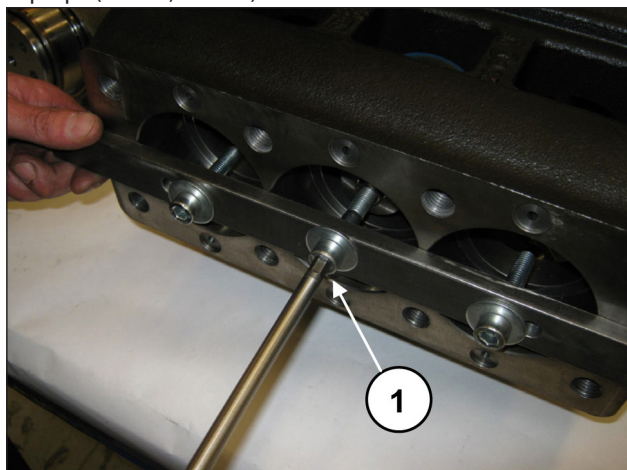
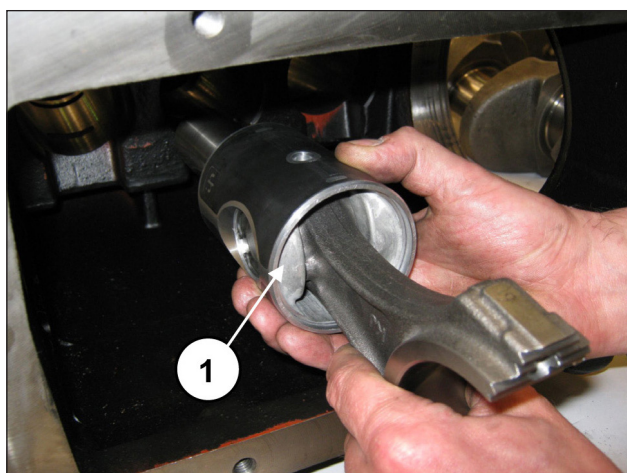

Рис. 32
Рис. 33
Открутите винты инструмента арт. 27566200, чтобы разблокировать шатуны (поз. ①, Рис. 32), а затем извлеките шатуны с направляющими поршня из заднего отверстия картера (поз. ①, Рис. 33).
Убедившись в полной чистоте картера, вставьте половинку шатуна с направляющей поршня в гильзы картера (поз. ①, Рис. 33).
Зафиксируйте все три узла с помощью специального инструмента, арт. 27566200 (поз. ①, Рис. 32).
(поз. ①, Рис. 32).